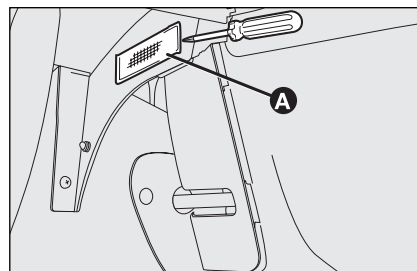

fig. 43
- ☐ mediante il cacciavite in dotazione, estrarre la plafoniera **A-fig. 43** agendo nel punto indicato.